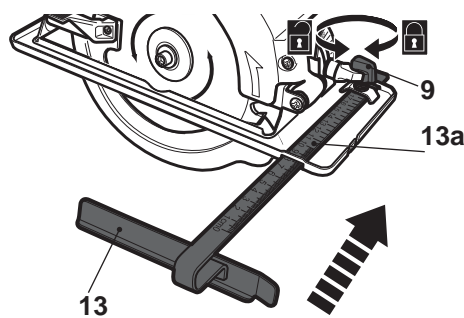

Fig. 3
- > Alignez le guide parallèle [13] avec le support et insérez-le (Fig. 3).